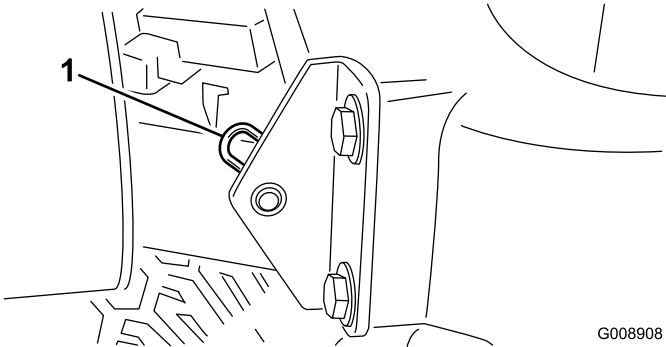

Figure 31
- 2. Retirez la goupille fendue qui fixe le pivot de capot aux supports (Figure 31).